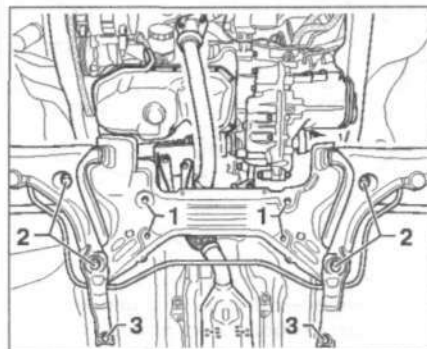

Рис. 9.16. Открутите болт 1 крепления рулевого механизма к подрамнику и закрепите его сбоку с помощью проволоки. Открутите болты 2 и 3 крепления подрамника.
12. Открутите болт 1 крепления рулевого механизма к подрамнику и закрепите его сбоку с помощью проволоки (рис. 9.16). Отсоедините на-